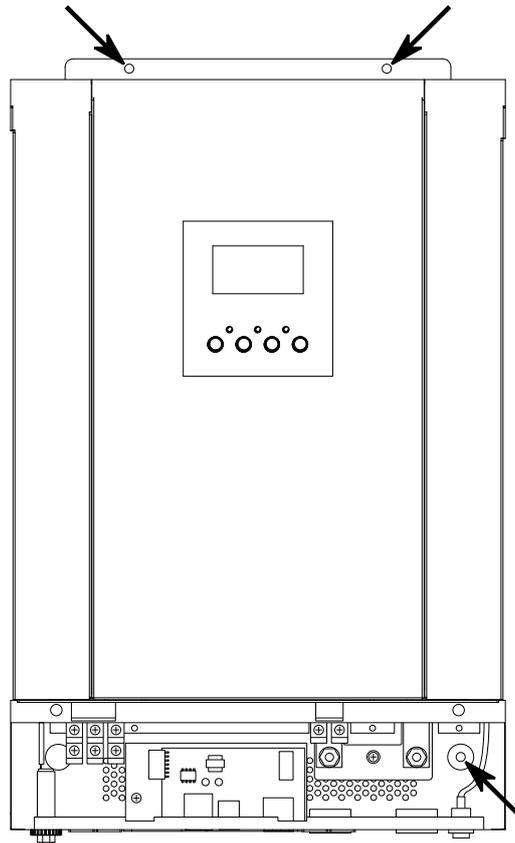

*Abbildung 4: Minimaler Abstand zu anderen Gegenständen und Wänden*
- Um für eine ausreichende Belüftung und Zugänglichkeit zu sorgen, achten Sie bitte darauf die Abstände wie abgebildet (*Abb. 4*) einzuhalten. Dies betrifft sowohl Wände als auch andere Gegenstände.